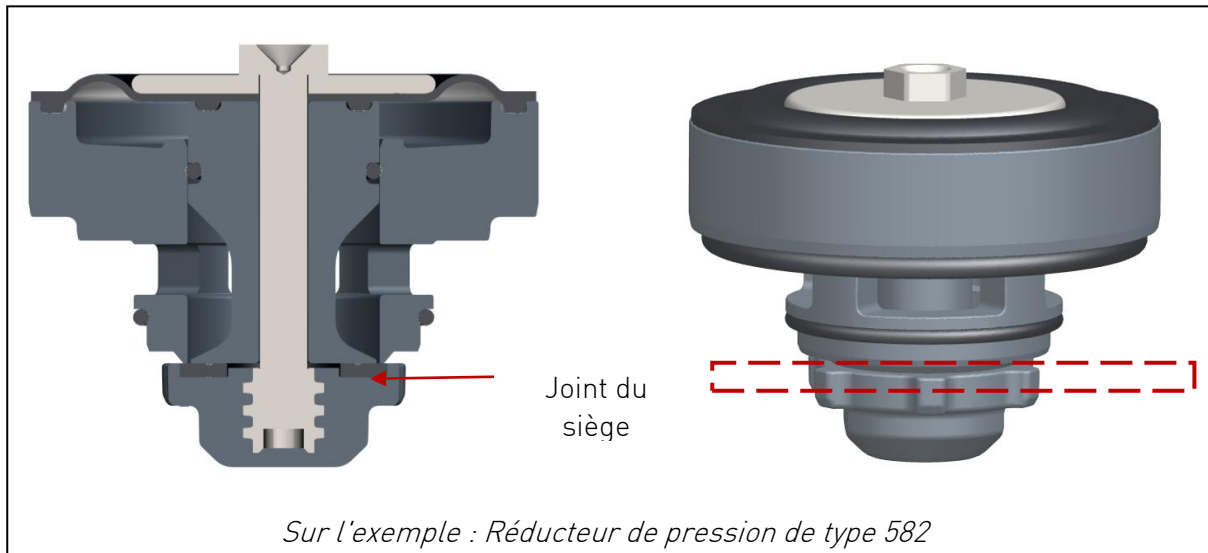

Fig. 16
- ▶ Contrôler et nettoyer la zone du joint de siège, voir Fig. 16.